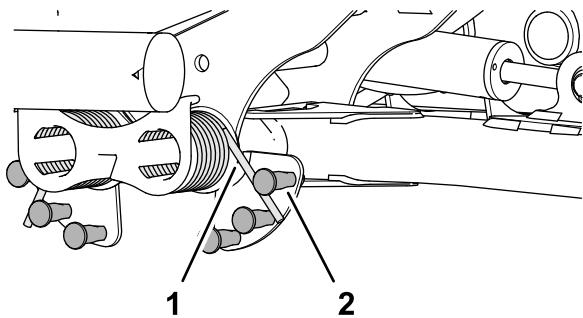

Figura 52
2. Introduceți capătul lung al arcului de contrabalansare într-un tub sau într-un obiect similar, apoi pivotai arc în jurul urubului cu umăr până în poziția dorită (Figura 52).